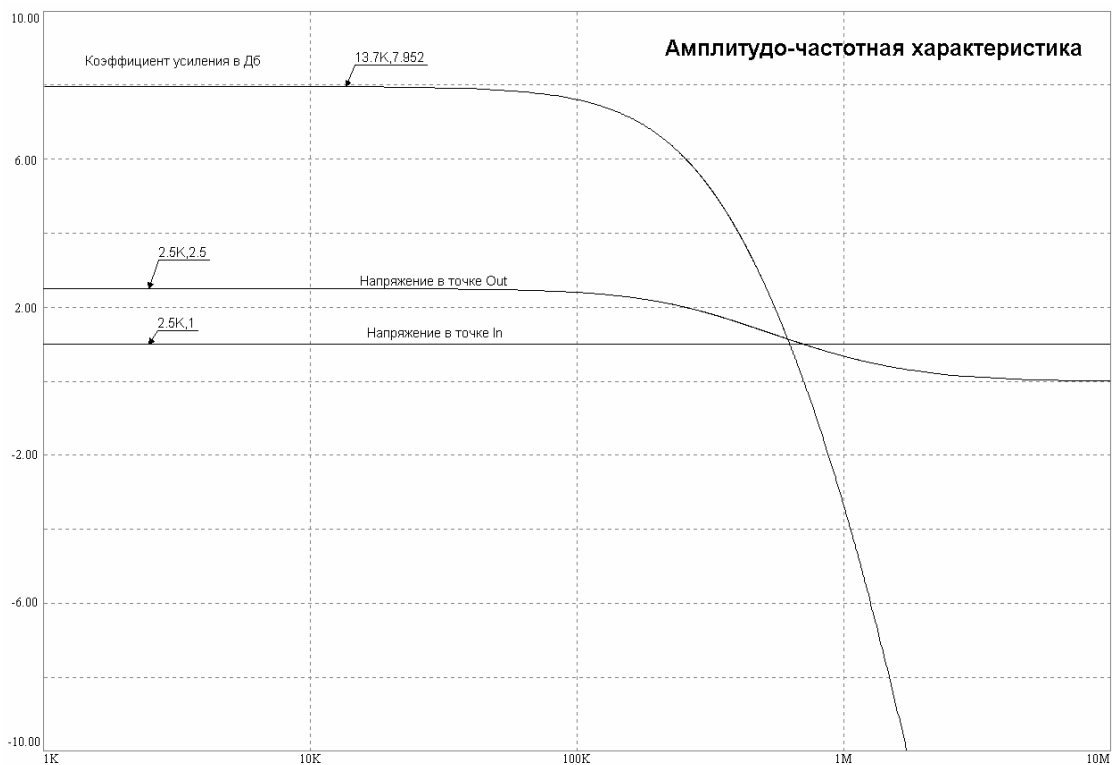
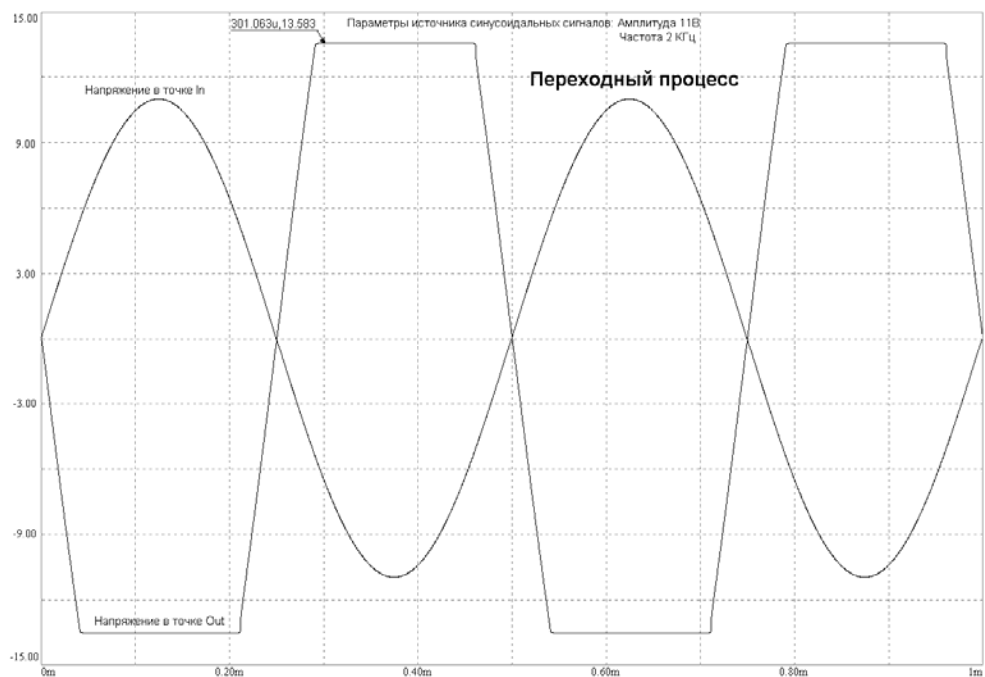

Рис. 7. Амплитудно-частотная характеристика
Рис. 10
*Результаты анализа схемы* представлены на рис. 7 – рис. 10.
### Переходный процесс при большом синусоидальном сигнале (рис. 10)